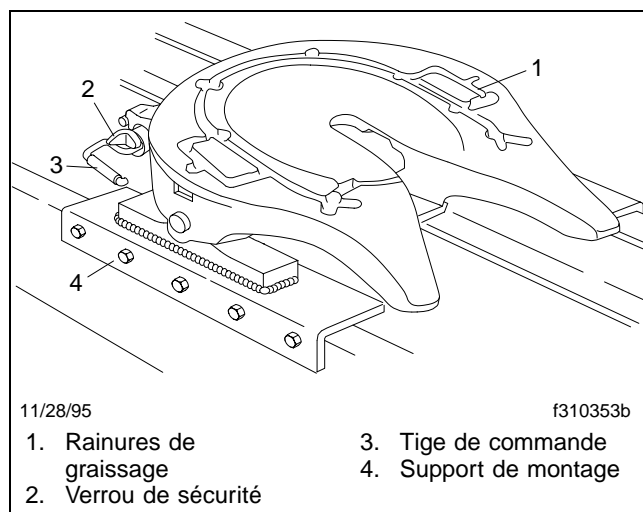
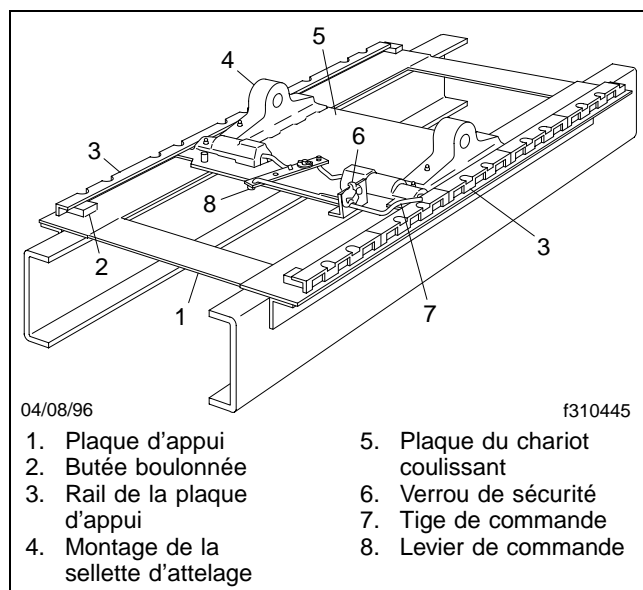

Fig. 10.8, Sellette d'attelage fixe Simplex
Fig. 10.9, Mécanisme coulissant Taperloc, à dégagement manuel
Les sellettes d'attelage de la série ASF Simplex sont utilisées pour tirer les semi-remorques munies du pivot d'attelage de diamètre standard de 51 mm (2 po). Lorsqu'elles sont installées comme sellettes d'attelage fixes (**figure 10.8**), les sellettes d'attelage de la série ASF Simplex sont montées avec des supports sur le cadre de châssis du tracteur à une position qui distribue le mieux la charge de la semi-remorque sur les essieux du tracteur. Lorsqu'elles sont utilisées comme sellettes d'attelage coulissantes (**figure 10.9**), les sellettes d'attelage de la série ASF Simplex sont montées sur le mécanisme coulissant Taperloc® (à dégagement pneumatique ou manuel).
Le chariot coulissant à commande manuelle comporte une tige de commande (**figure 10.9**) qui déverrouille simultanément les deux côtés de la plaque.
placez d'abord la poignée de commande du mécanisme coulissant (figure 10.9) en position verrouillée. Cela empêche le chariot coulissant d'aller rapidement loin à l'avant ou loin à l'arrière, ce qui peut endommager la sellette ou le pivot d'attelage.
Avant de tenter de déverrouiller le mécanisme de verrouillage d'une sellette d'attelage coulissante, placez d'abord la tige de commande du mécanisme coulissant (figure 10.9) en position verrouillée et les chevilles de verrouillage du mécanisme également en position verrouillée (complètement insérées dans les fentes des rails de la plaque d'appui). Cela empêche le chariot coulissant d'aller rapidement loin en avant ou loin en arrière, ce qui peut endommager la sellette ou le pivot d'attelage.
- 3.2 Pour les modèles à commande manuelle, levez le verrou de sécurité et tirez la tige de commande du mécanisme coulissant (**figure 10.9**) vers l'extérieur jusqu'à ce que l'épaulement sorte du support de la tige de commande, puis abaissez la tige à fond.